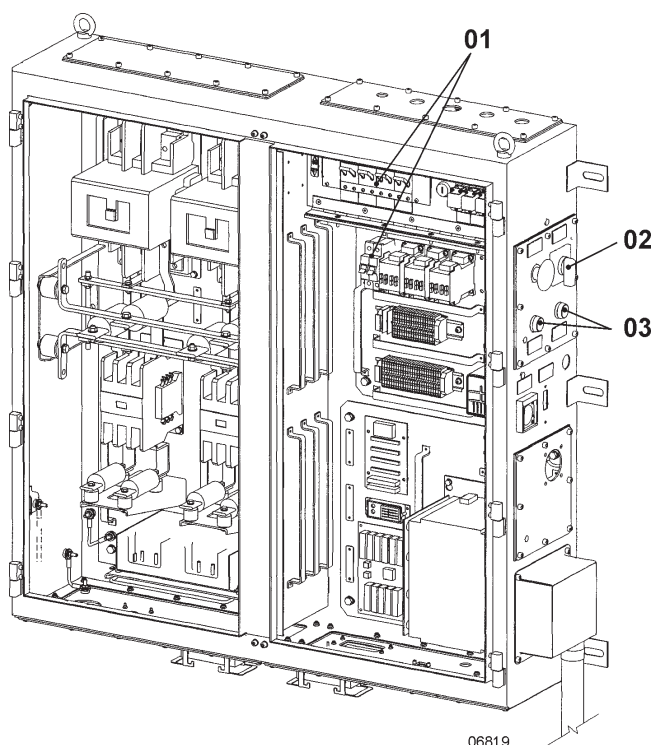

Figura 5-13. Elementos de control y protección en el armario AC
En el armario AC del bastidor de accesorios del diesel, figura 5-13, se instalan los siguientes elementos del sistema layover.
- Armario eléctrico AC, figura 5-13.